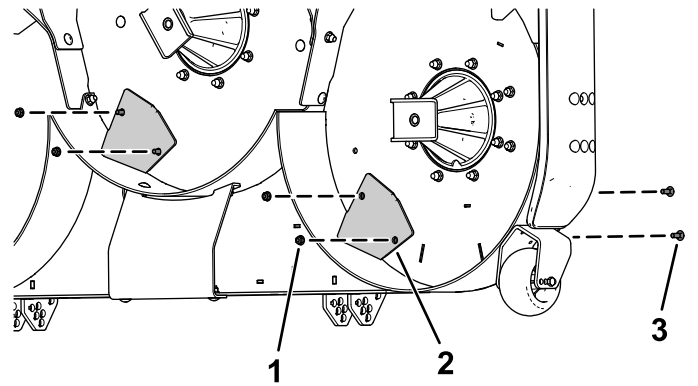

Figura 6
2. Fissate i 2 spingitori al piatto di taglio utilizzando 4 bulloni a testa tonda (5/16" x 7/8") e 4 dadi flangiati (5/16") come illustrato nella Figura 6.